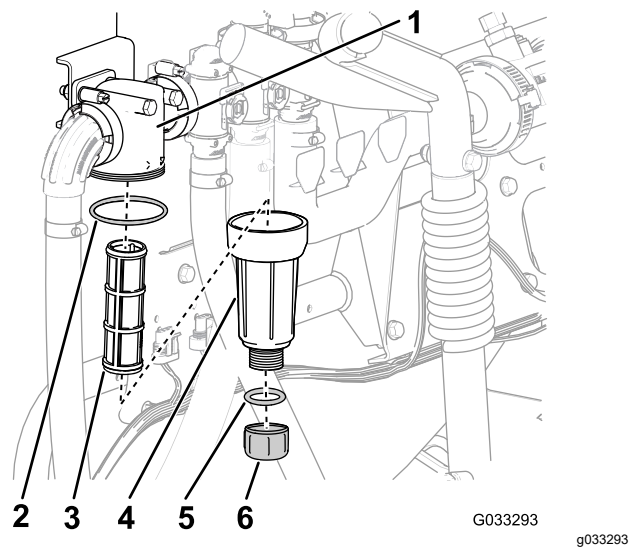

Figure 30
2. Placez un bac de vidange sous le filtre de pression (Figure 30).
3. Tournez le bouchon de vidange dans le sens antihoraire et retirez-le de la cuvette du filtre de pression (Figure 30).
4. Tournez la cuvette dans le sens antihoraire et déposez la tête du filtre (Figure 30).
5. Retirez l'élément du filtre de pression (Figure 30).
7. Contrôlez l'état et l'usure du joint du bouchon de vidange (à l'intérieur de la cuvette) et du joint de la cuvette (à l'intérieur de la tête du filtre) (Figure 30).
8. Placez l'élément dans la tête du filtre de pression (Figure 30).
9. Vissez la cuvette sur la tête du filtre et serrez-la à la main (Figure 30).
10. Vissez le bouchon de vidange sur le raccord au fond de la cuvette et serrez-le à la main (Figure 30).